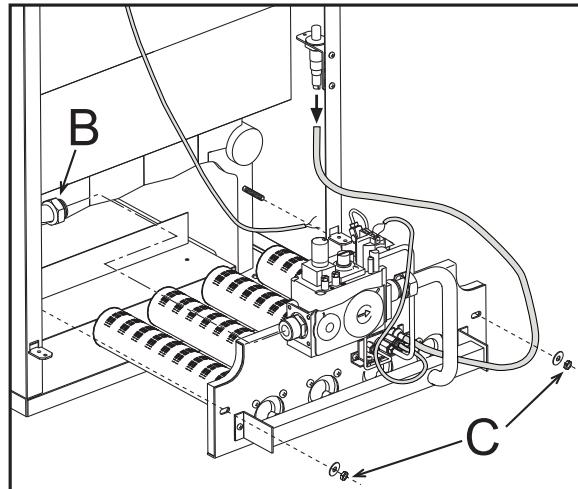

рис. 7
- Развинтите гайку "B" крепления трубы подвода газа перед газовым клапаном (рис. 7).